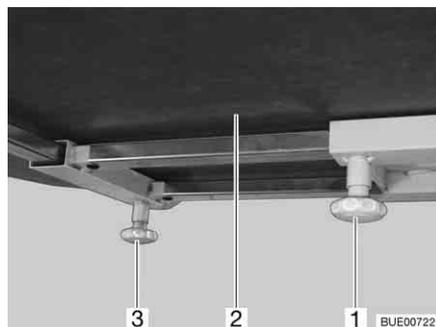

Bild 90 Fester Tisch
- Rändelschraube (Bild 90,1) lösen.
- Tischplatte (Bild 90,2) in die gewünschte Position verschieben.
- Rändelschraube (Bild 90,3) lösen.